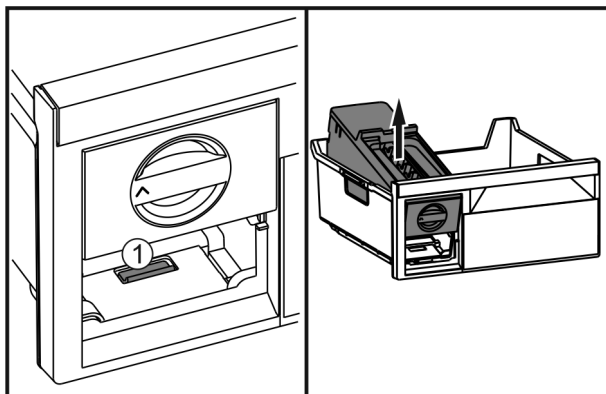

Fig. 37
- ▶ Apăsați eclisa Fig. 37 (1) EasyTwist-Ice, ridicați-o din spate și scoateți-o din sertarul de congelare.